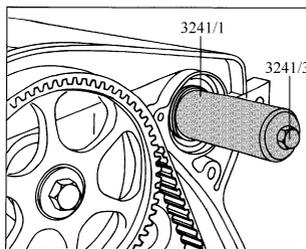

图 2-101 用 3241/1 和 3241/3 压入油封
- 4) 如图 2-101 所示,用 3241/1 和 3241/3 压入油封。